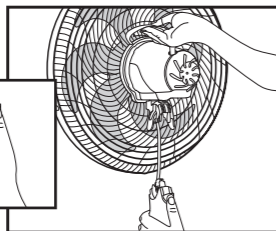

Figura 3
4. Para desmontar o ventilador, segure com uma mão a parte superior do ventilador e com a outra empurre o botão ejetor (número 10 da imagem "Modelo Mesa") da base. Mantendo o botão ejetor nessa posição, aplique uma leve força para separar o motor da base conforme figura 3.